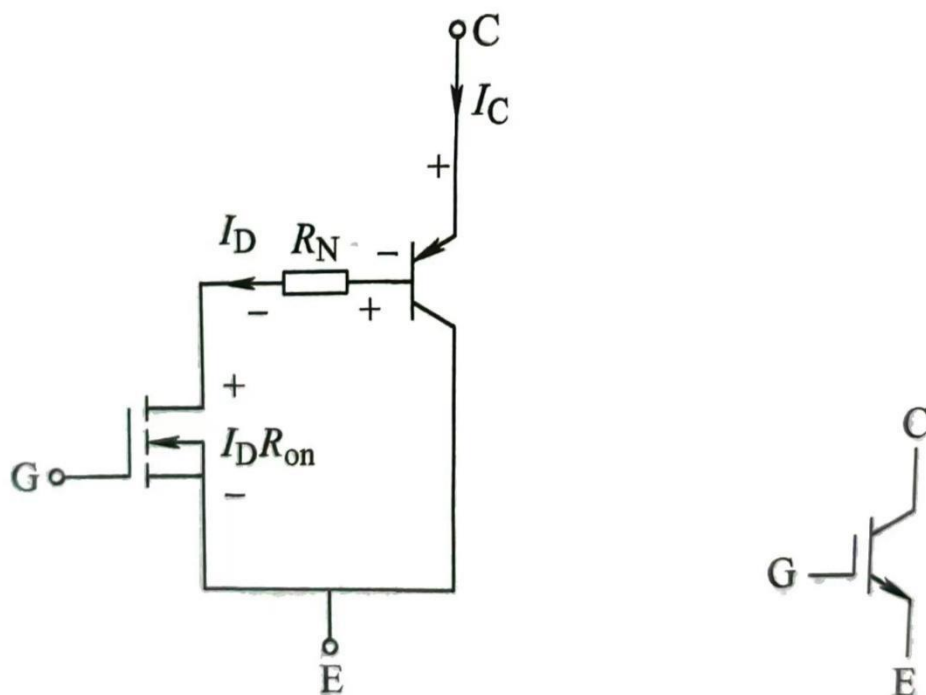

图 3-6 IGBT 的简化等效电路和电气符号
- **IGBT (图 3-6)：**复合结构 (MOSFET+GTR)、低导通压降、适用高压场景 (600V 以上)。